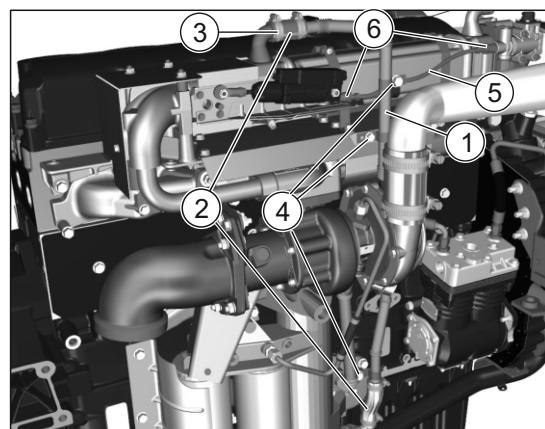

Рис.16. Снятие трубы отвода ОЖ.
- Снять трубку (1) отвода охлаждающей жидкости от охладителя отработавших газов вместе с рукавами (2), ослабив 4 хомута (3) и отвернув 3 болта (4) её крепления (см. Рис. 16).
- Снять трубку (5) подвода воздуха, отвернув 2 гайки (6) от заслонки EGR и клапана заслонки EGR.